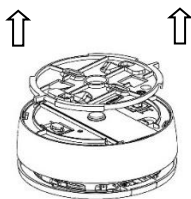

Figura 5
2. Rimuovere la staffa di fissaggio in plastica dal rivelatore (vedi Figura 5).
1. Rimuovere la staffa plastica di montaggio dal rivelatore (*vedere Figura 5*).